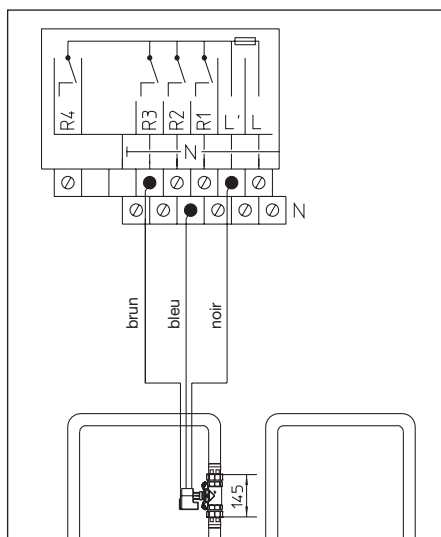

Fig. 6.2 Câblage au régulateur «Regtronic RQ»
- a) Raccorder le câble brun du moteur au relais R3 du régulateur, le câble noir à la phase (L') du régulateur protégée par fusible et le câble bleu au conducteur neutre – borne commune (N) du régulateur (voir fig. 6.2).